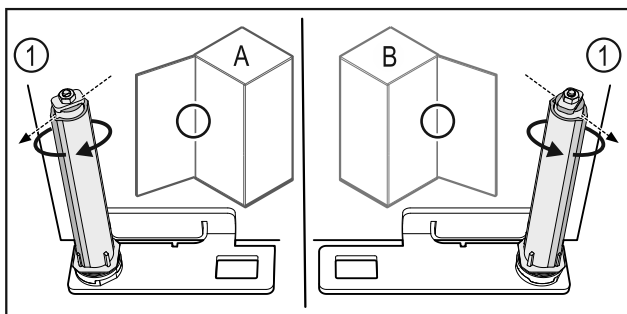

Fig. 55 Μεντεσέδες αριστερά (A) / Μεντεσέδες δεξιά (B)
- Περιστρέψτε το σύστημα κλεισίματος κόντρα στην αντίσταση, μέχρι ο κορμός του συστήματος κλεισίματος Fig. 55 (1) να είναι στραμμένος προς τα έξω.